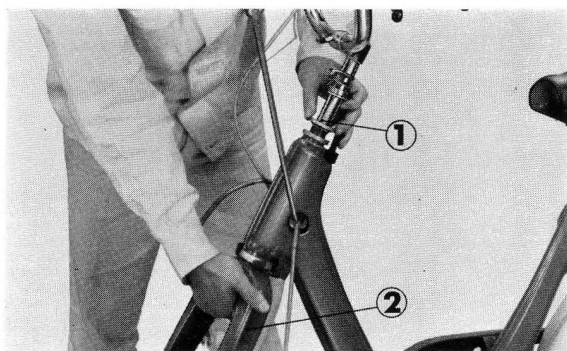

Figure 4-14 : ① roulement supérieur de la direction ② fourche avant
1. Avec de la graisse, placer respectivement 26 et 21 billes d'acier dans les roulements inférieur et supérieur. (figure 4-14)